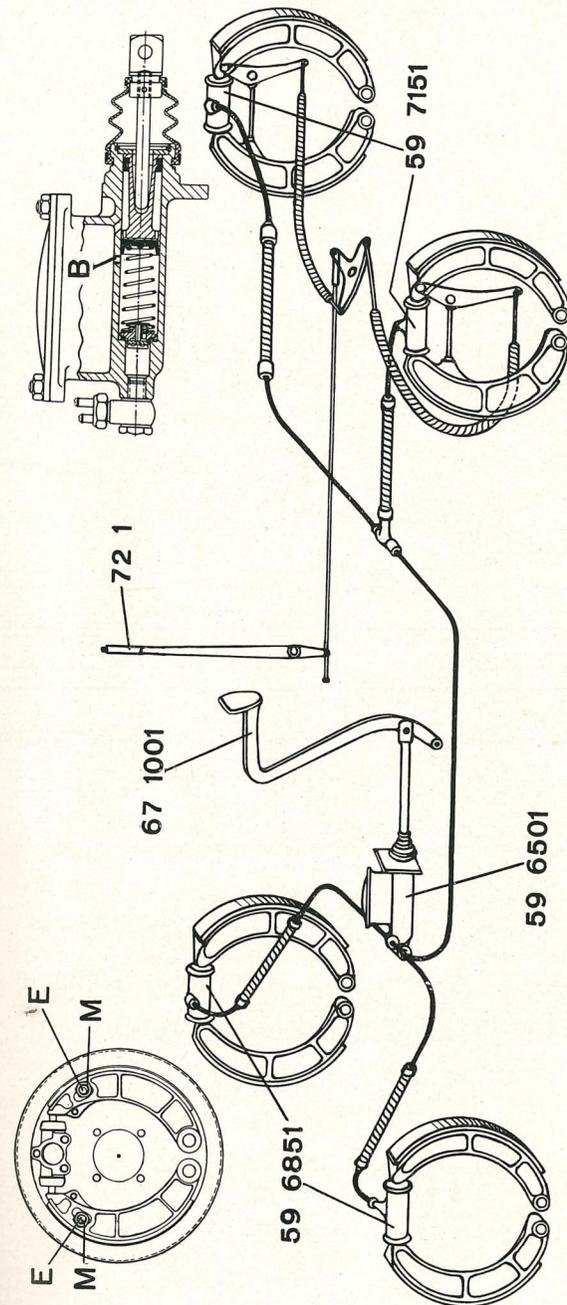
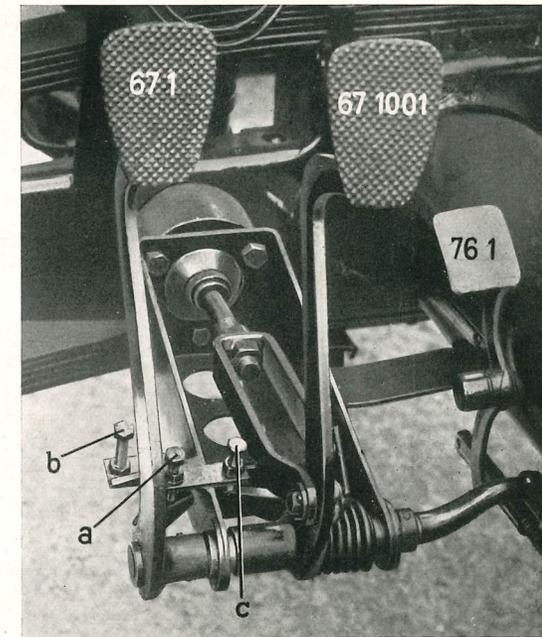

Bild 25. Anordnung der Bremsen
Bild 27. Anschlagschrauben der Fußhebel
- b) die hydraulische **Fußbremse** (Bild 25), welche auf die Bremsbacken an allen vier Rädern wirkt, wird durch den Fußbremshebel 67 1001 vor dem Führersitz (Bild 15) betätigt. Der Fußhebel 67 1001 wirkt direkt auf den Kolben im Hauptzylinder 59 6501, von dem die Leitungen zu den kleinen Bremszylindern 59 6851 und 59 7151 im Innern der Bremstrommeln ausgehen. Wird der Fußhebel 67 1001 niedergedrückt, so bewegt sich der Kolben im Hauptzylinder 59 6501 nach vorn und setzt die im System enthaltene Bremsflüssigkeit unter Druck, die beiden Kolben in jedem Bremszylinder 59 6851 und 59 7151 werden nach außen bewegt und bringen sämtliche Bremsbacken gleichzeitig zur Anlage an die Bremstrommeln. Durch das Ausgleichloch B ist (in Ruhestellung des Kolbens) der Hauptzylinder 59 6501 mit dem Nachfüllbehälter verbunden, so daß Bremsflüssigkeit zuströmen oder bei Temperaturerhöhung im Sommer entweichen kann.
Die Anschlagschraube c für den Fußbremshebel 67 1001 (Bild 27) darf auf keinen Fall verstellt werden, da sonst der Kolben im Hauptzylinder in falsche Lage kommt und das Belüftungsloch B in der Ruhelage nicht richtig steht (Bild 25).
Entlüften des Bremssystems (Bild 25 und 28)
Nachstellen der Vierradbremse (Bild 25 und 28)